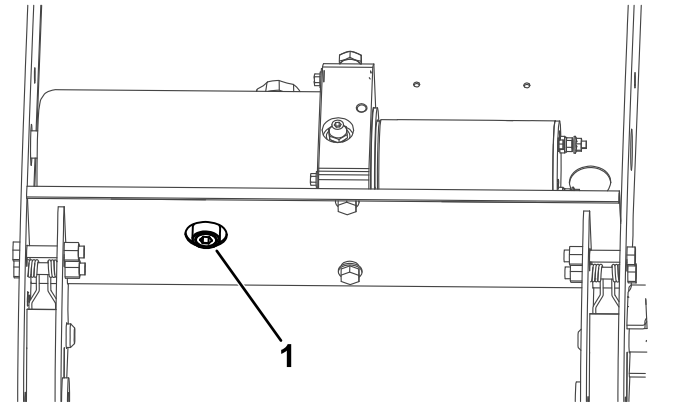

Figura 31
5. Limpie el área que rodea al tapón de vaciado (Figura 31).